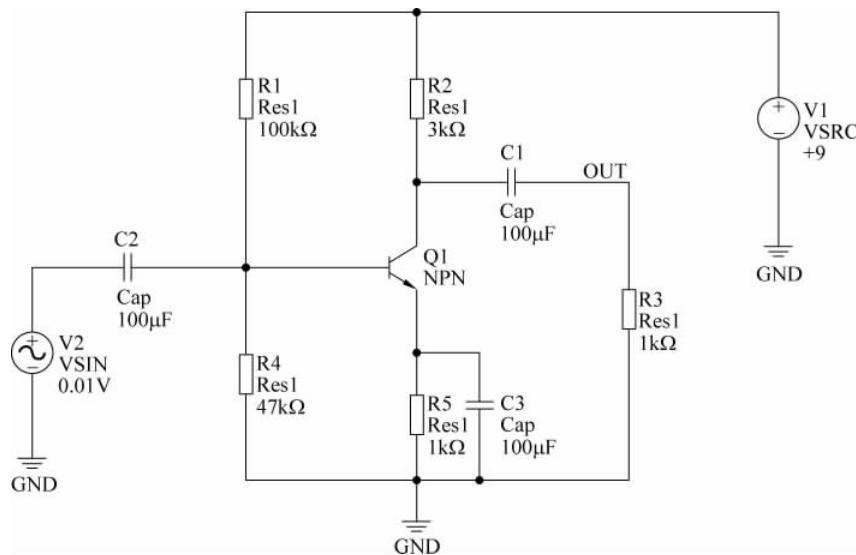

图 3-82 修改电路元器件参数
(6) 如图 3-82 所示,将元器件参数按图中设置。
(7) 为了方便对仿真结果的分析,按如图 3-82 所示的电路,在电容 C1 的输出端放置名字为 OUT 的网络标号。